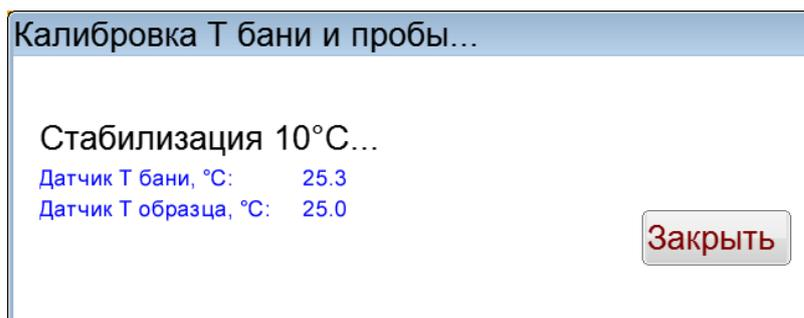

Рисунок 24 – Стабилизация 10°C
5.6.10 Нажать кнопку **[Калибровать]**, после чего откроется окно «Стабилизация Т бани и пробы», в котором будет отображен статус «Стабилизация 10°C» (рисунок 24).